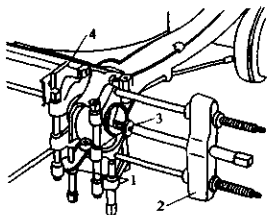
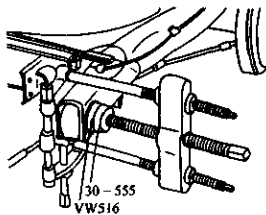

图 3-189 从后横梁中拉
图 3-190 从后横梁中拉
- 3) 用分离工具将橡胶金属支承逐一拉出, 如图 3-189 和图 3-190 所示。